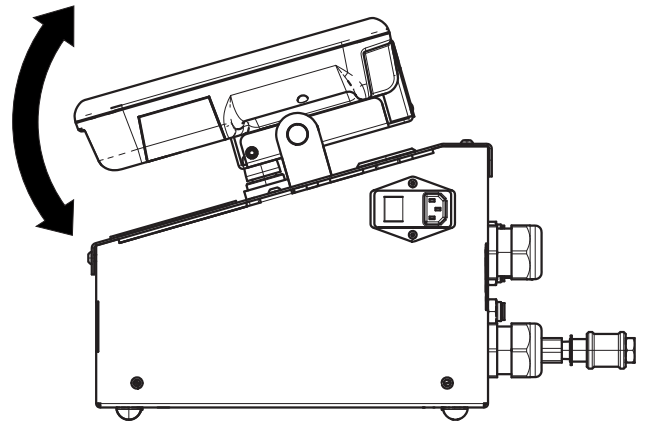

FIG. 13
2. Ajuste el ángulo del ADM para una mejor visualización. Ver FIG. 13.